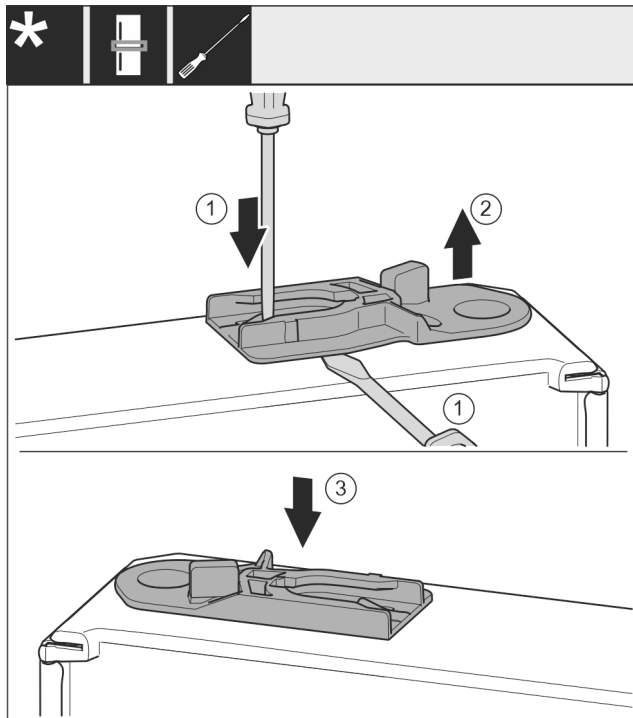

Fig. 40
- ▶ 拉出导向轴套：将接片 Fig. 40 (1)用带槽螺丝刀按住的同时将带槽螺丝刀移动到导向轴套 Fig. 40 (2)下方。
- ▶ 将供货时附带的导向轴套 Fig. 40 (3)插入外壳的另一侧。